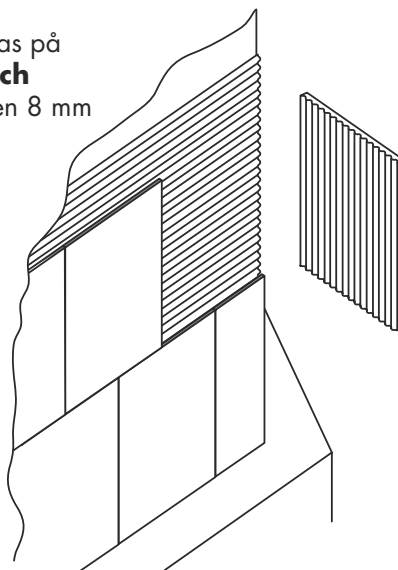

Bild 3
- Se till att få rak kaklad bakkant mot vägg. (**Bild 3** sid 21)
- 8–12 Börja från mitten och gå ut mot sidorna. **Se till att hålla bakkanten och de markerade linjerna fortsatt raka hela vägen (Bild 3 och 4 sid 21).**
För in **stålplattan** lodrätt och över kassetten. Vänd den horisontellt och dra tillbaka den så att den ligger an mot "pannbenet" och samtidigt kilas in i mellanrummet mellan kassetten och stommen enligt bild 3 och 4.